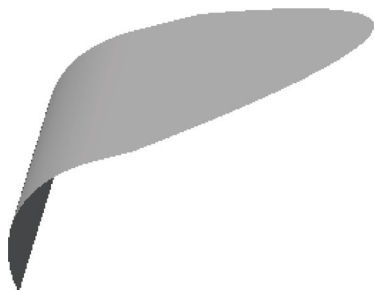

图 9-70 打开模型文件
STEP 01 单击快速访问工具栏中的“打开”按钮，打开模型文件，如图 9-70 所示。